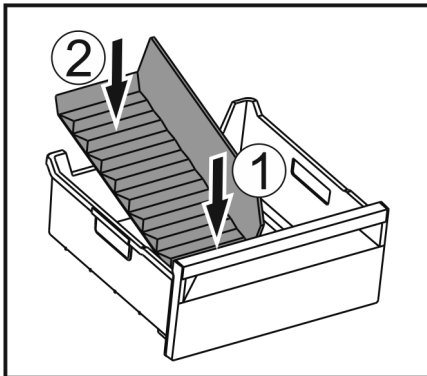

Fig. 60
- ▶ Вставити відділювач спочатку спереду Fig. 60 (1).
- ▶ Опустити задню частину Fig. 60 (2).